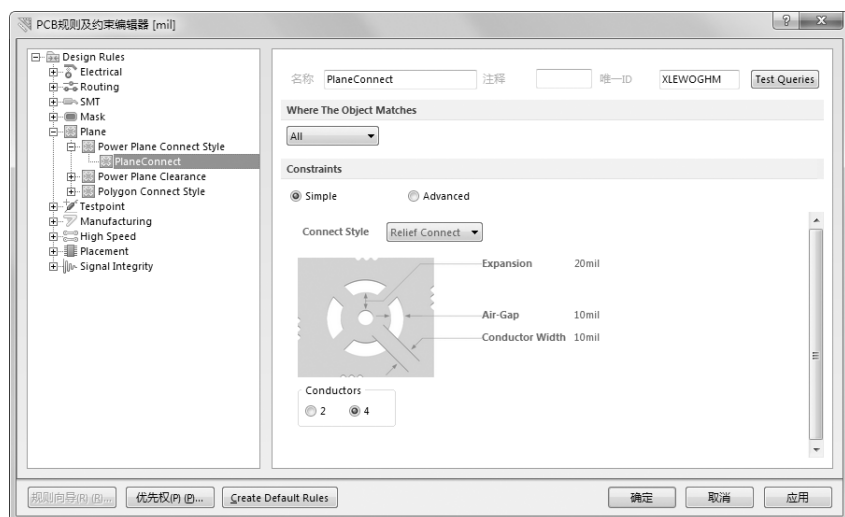

图 9-20 “Power Plane Connect Style” 规则设置对话框
(1) “Power Plane Connect Style” (电源层连接类型规则): 用于设置电源层的连接形式, 如图 9-20 所示为该规则的设置对话框, 在该设置对话框中可以设置中间层的连接形式和各种连接形式的参数。